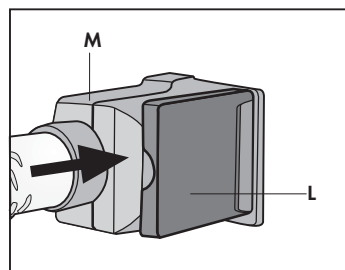

Fig. 9
- Chiudere lo sportello (L) contro il fianco dell'attacco rapido (M) del flessibile. (Fig. 9)